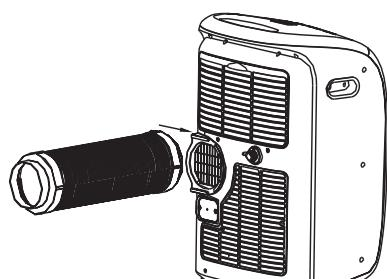

Fig. 18
2. Introduza a mangueira de escape na abertura da saída de ar ao longo do sentido da seta. (Ver Fig. 18).